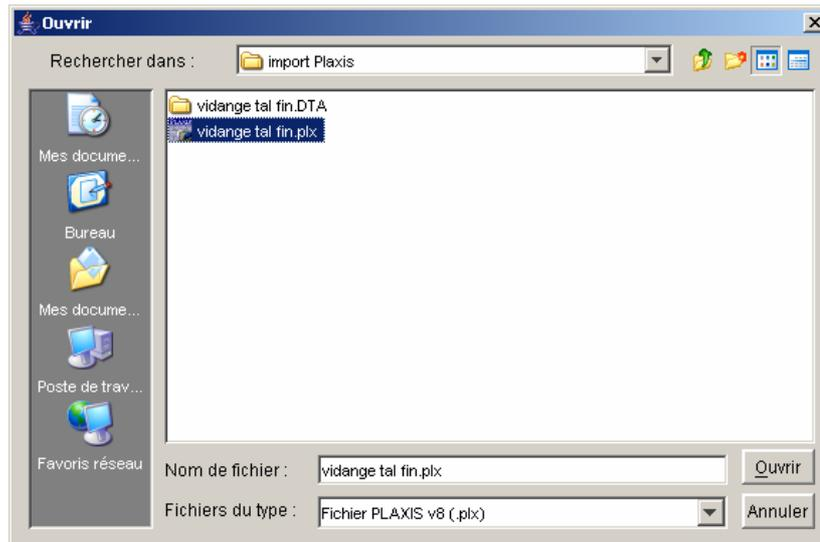

Figure 90 : choix du fichier Plaxis à importer
- Le fichier Plaxis dont il veut importer des pressions interstitielles (Figure 90). Attention : les fichiers Plaxis relatifs à un projet comportent un fichier projet.plx, et un répertoire projet.DTA, qui contient lui-même une copie du fichier projet.plx. Il faut choisir ici le fichier projet.plx qui se trouve "à côté" du répertoire projet.DTA (et pas celui qui se trouve dans ce répertoire)